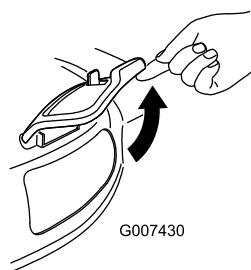

Figura 36
2. Alzate lo sportello di scarico laterale per aprirlo (Figura 36).